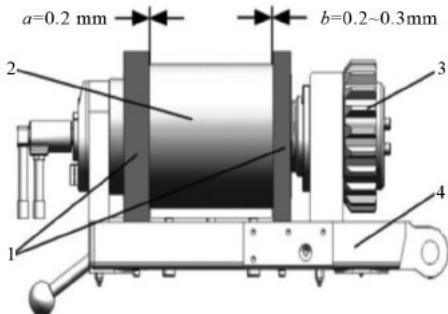

图 2 喂料辊宽度调整
(2) 间隙宽度进行调整(图2),打开喂料辊盖板,沿输送方向轴向加载轴,然后测量间隙 $a$ ,必要时松开喂料辊支架的紧固螺栓,间隙调整至约为0.2 mm。沿减速箱方向轴向加载轴,然后测量间隙 $b$ 。必要时松开喂料辊支架的紧固螺栓,间隙调整至约为0.2~0.3 mm。如果喂料辊支架中的返胶螺纹上的溢流胶太多,可更换喂料辊和喂料辊支架。